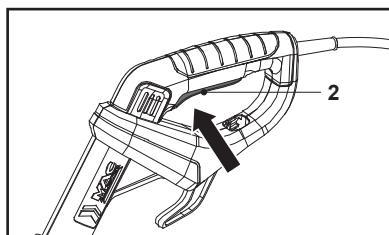

Fig. 13
1. Tenir le produit avec une main sur la poignée secondaire (15) et l'autre sur la poignée principale (1).
2. Appuyer sur l'interrupteur marche/arrêt (2) pour mettre le produit sous tension (Fig. 13).
3. Relâcher l'interrupteur marche/arrêt (2) pour mettre le produit hors tension.